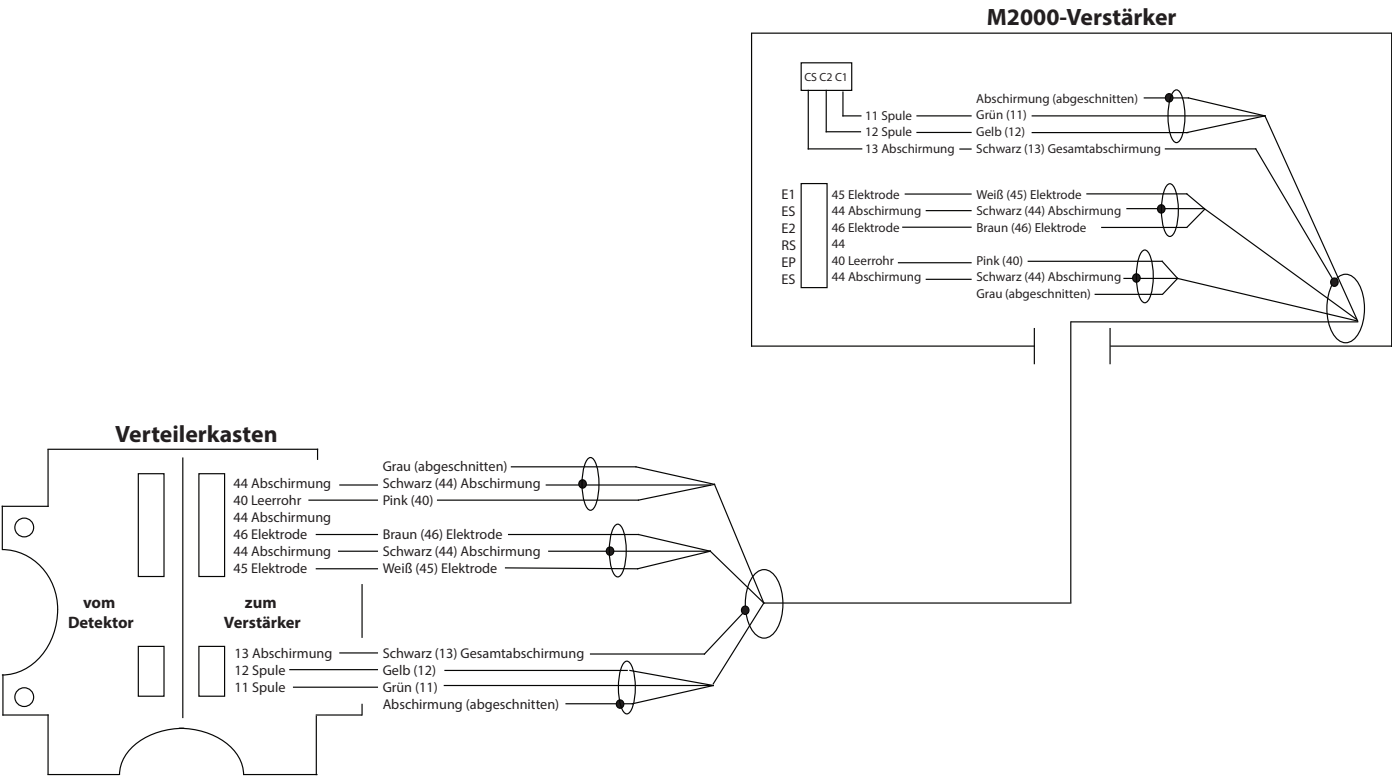

Abbildung 20: Verkabelung für externe Konfiguration
3. Wie in Abbildung 20 auf Seite 20 gezeigt anschließen.
1. Den Deckel des Verteilerkastens entfernen. Vorsichtig die Drähte, die an den Klemmleisten angeschlossen sind und zum M2000-Messumformer führen, entfernen. Eine Übersicht der Kabelfarbe für die Klemmenverbindungen finden sie bei Abbildung 20 auf Seite 20.